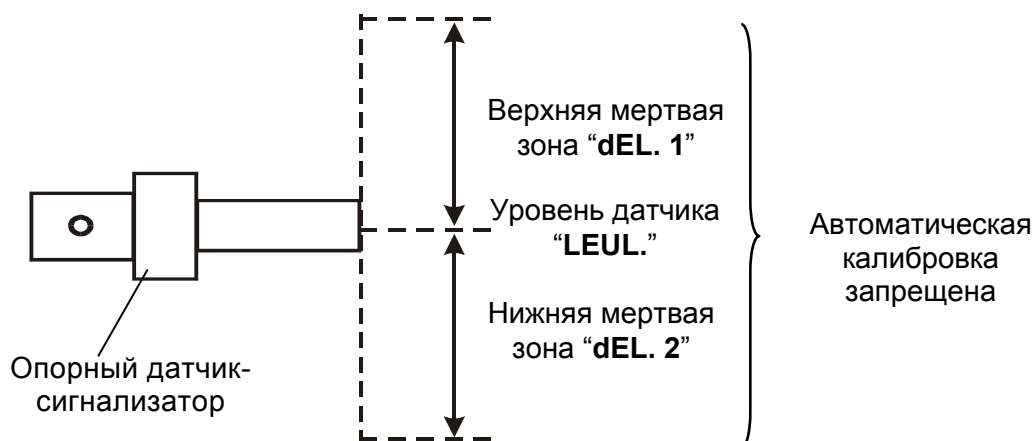

Рисунок 10 – Мертвые зоны опорного датчика-сигнализатора
7) нажать кнопку **“ВВОД”**. На индикаторе появится текущее значение уровня верхней мертвой зоны автоматической калибровки в процентах. Верхняя мертвая зона (рисунок 10) предназначена для отсечки запуска автоматической калибровки при незначительном изменении уровня на границе срабатывания опорного датчика-сигнализатора;
11) нажать кнопку **“ВВОД”**. На индикаторе появится текущее значение уровня нижней мертвой зоны автоматической калибровки в процентах. Нижняя мертвая зона (рисунок 10) предназначена для отсечки запуска автоматической калибровки при незначительном изменении уровня на границе срабатывания опорного датчика-сигнализатора;